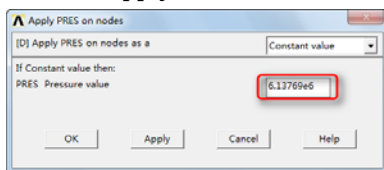

图 6-18 “Apply PRES on nodes”对话框
⑪依次选择 Main Menu→Preprocessor→Loads→Define Loads→Apply→Fluid/CFD→Pressure DOF→On Nodes，会弹出“Apply PRES on nodes”对话框，如图 6-18 所示。
⑫在“Apply PRES on nodes”对话框中，在“PRES Pressure value”输入框中输入 6.13769e6，如图 6-18 所示，单击“OK”按钮关闭该对话框。
⑲依次选择 Main Menu→Preprocessor→Loads→Define Loads→Apply→Fluid/CFD→Pressure DOF→On Nodes，会弹出“Apply PRES on Nodes”对话框，如图 6-18 所示。